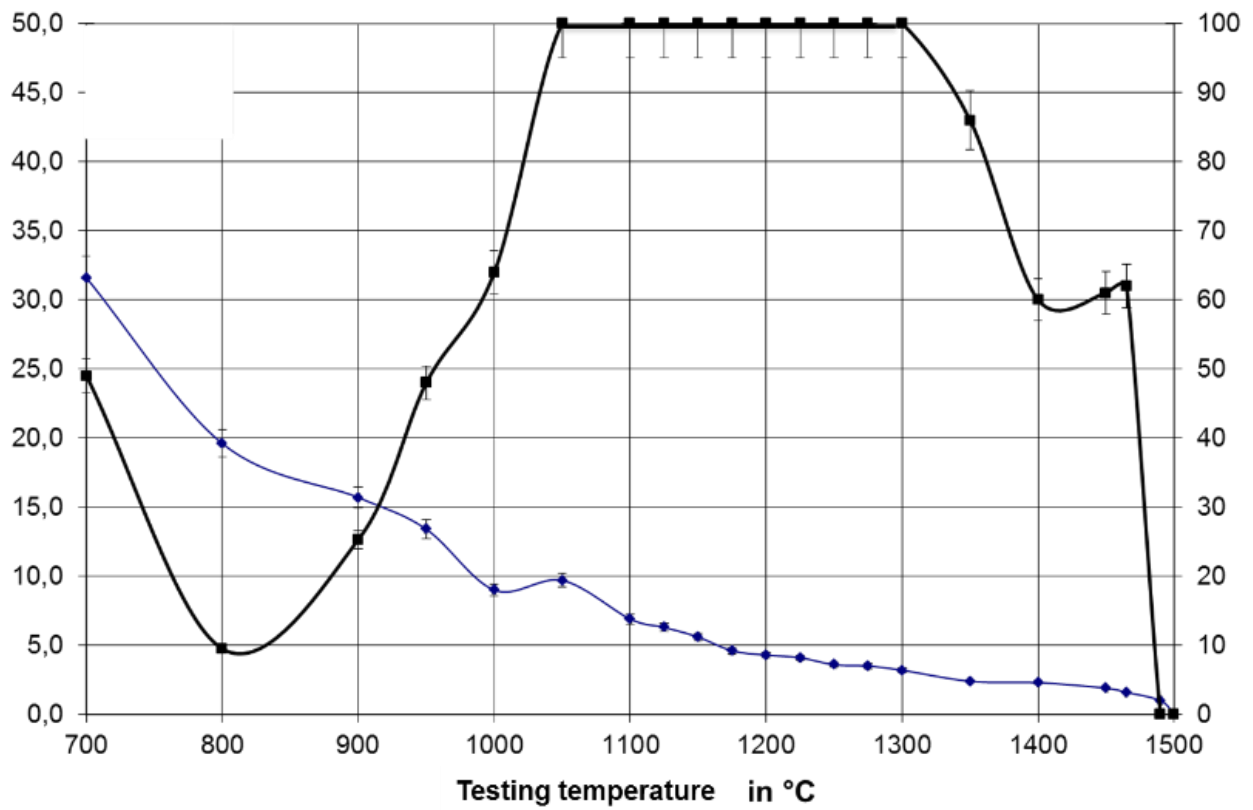
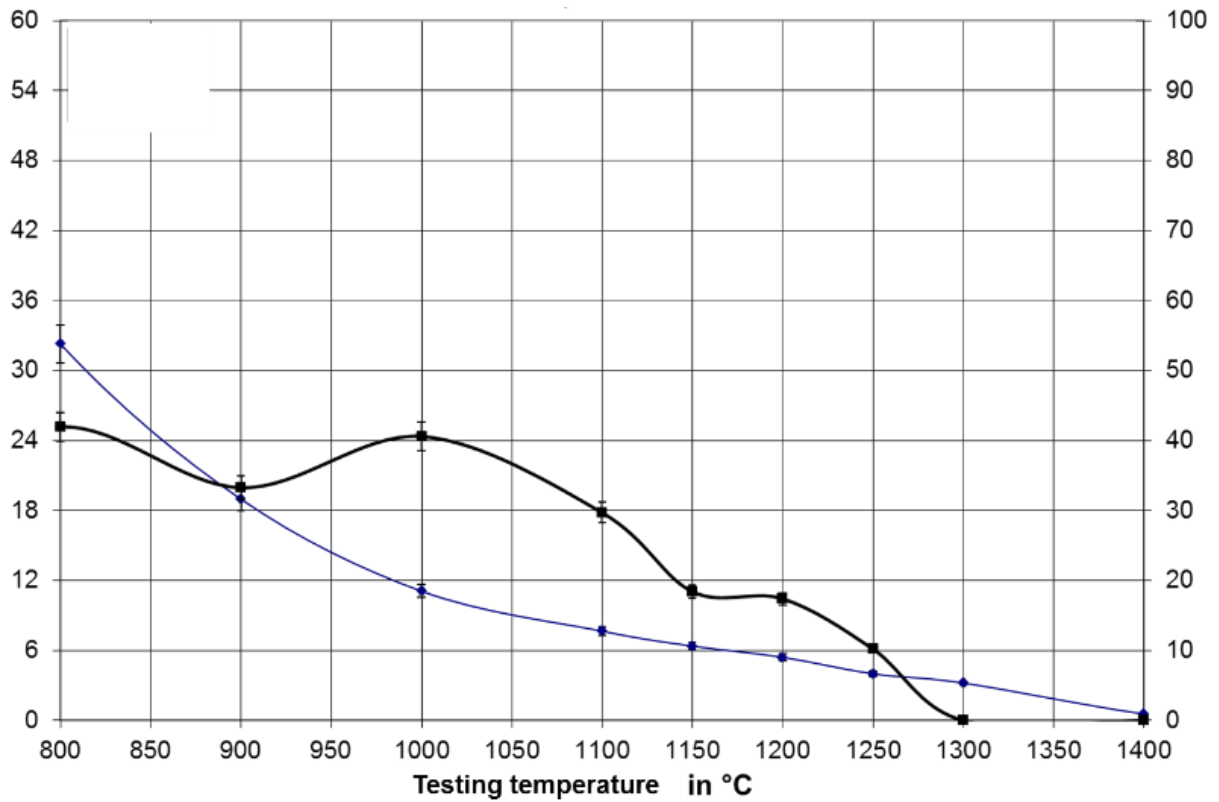

Abbildung 1: Werkstoff A
Abbildung 2 Werkstoff B
- a) In Abbildung 1 und Abbildung 2 sind die mechanischen Kennwerte verschiedener Heißzugversuche als Funktion der Prüftemperatur für zwei verschiedene Werkstoffe aufgetragen. Beschriften Sie für jeden der beiden Werkstoffe beide Y-Achsen. Welchen der beiden Werkstoffe hat eine bessere Strangvergießbarkeit? Begründen Sie Ihre Antwort? (3 Punkte)